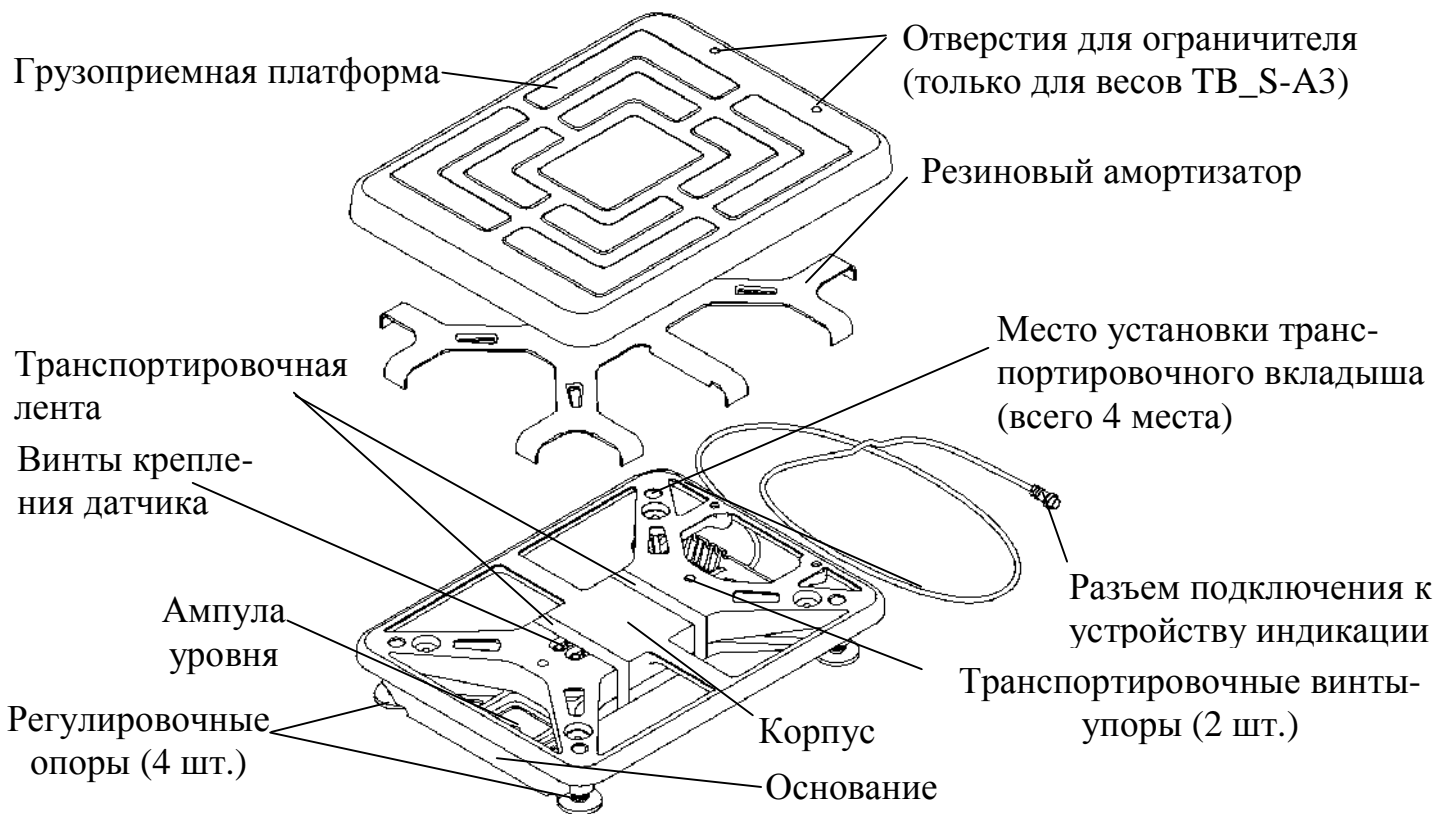

Рисунок 6.1- Весовая платформа ТВ-S_P3
6.1.2 Снять чашку с весовой платформы. Вынуть из весовой платформы транспортировочные вкладыши (рис.6.1, 6.2).
6.1.4 В весовой платформе ТВ-S_P3 (рис.6.1) срезать и удалить транспортировочную ленту и вывернуть два транспортировочных винта-упора, вращая их только против часовой стрелки.